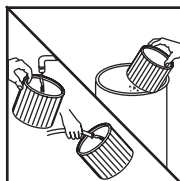

FIGURA 25, 26
36. Para limpiar el filtro de cartucho, saque la suciedad agitándolo o con un cepillo o enjuagándolo (desde el interior hacia fuera del filtro) con agua, deje que se seque por completo (aproximadamente 24 horas) antes de volver a instalarlo. **FIGURA 25, 26. Nota :** Si el filtro ha sido utilizado para aspiración de líquidos, se deberá limpiar y dejar secar antes de utilizarlo para la aspiración de sólidos.